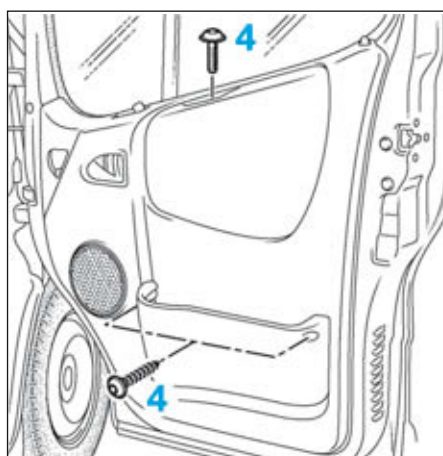

FIG.34
- Déposer les vis (4) (Fig.34).